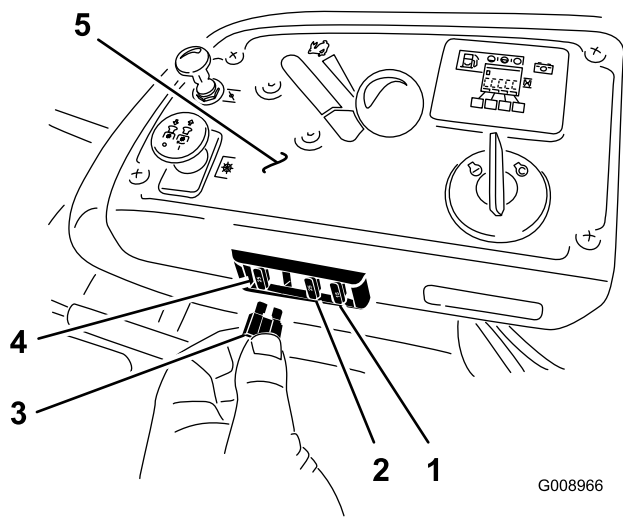

Figure 58
1. Les fusibles se trouvent sur la console, à droite du siège (Figure 58).
3. Remplacez le fusible (Figure 58).